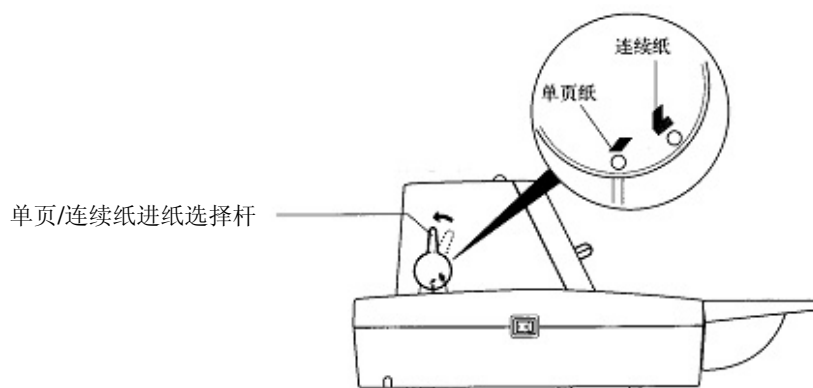

图 3-2 设定单页/连续纸进纸选择杆位置（单页纸）
- 将单页/连续纸进纸选择杆置于单页进纸方式位置（如图 3-2 所示）。